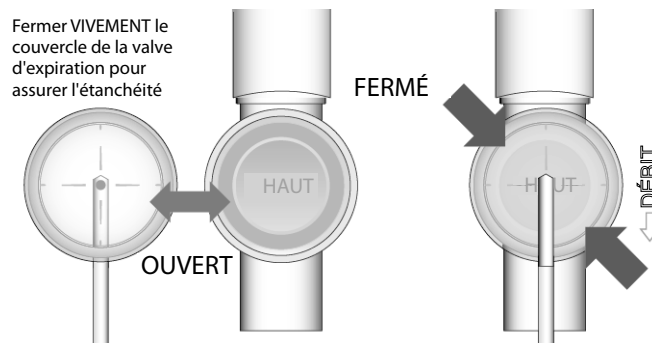

Figure D-3 Fermeture du couvercle de la valve d'expiration
3. Replacer soigneusement le diaphragme en silicone dans l'emplacement de la valve d'expiration. Tapoter légèrement le diaphragme en silicone pour s'assurer que des déformations ne se développent pas lors de la fermeture de la valve d'expiration. Voir Figure D-3.